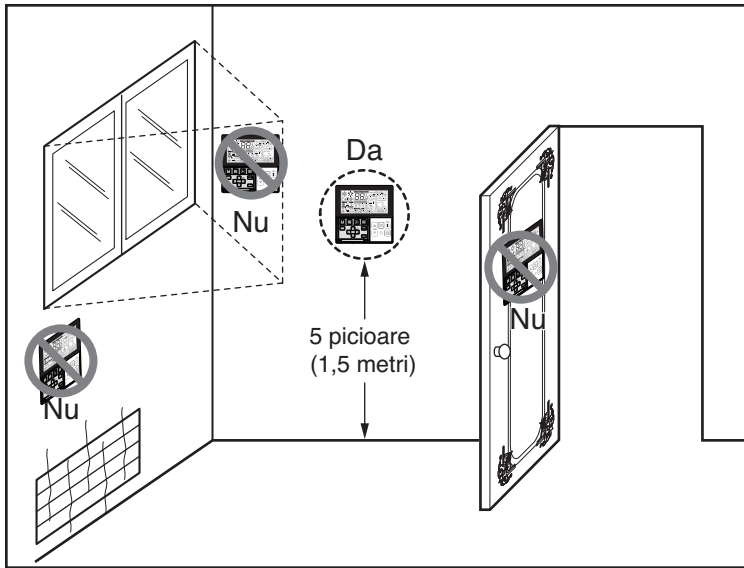

Fig.1 Locații tipice pentru telecomandă
- Această telecomandă este echipată cu un afișaj cu LED-uri cu șapte segmente. Pentru afișarea corespunzătoare a LED-urilor telecomenzii, telecomanda trebuie instalată corect, precum este prezentat în Fig.1. (Înălțimea standard este de 1,2~1,5 m de la nivelul podelei.)